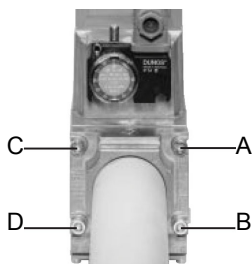

Рис. 11
3. Установить Мультиблок между резьбовыми фланцами (Рис. 11)
ВНИМАНИЕ: установка выходного давления регулятора VD-R осуществляется воздействием на регулировочную кольцевую гайку (рис. 10). Положение индикатора на циферблате показывает значение давления на выходе, рассчитанное в процентах от полной шкалы PS датчика (рис. 11).